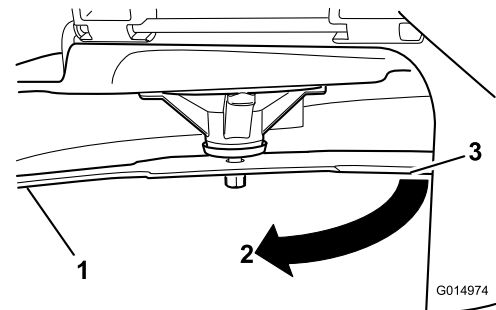

Figura 47
- Gire la misma cuchilla 180 grados de manera que el otro extremo esté en la misma posición (Figura 47).